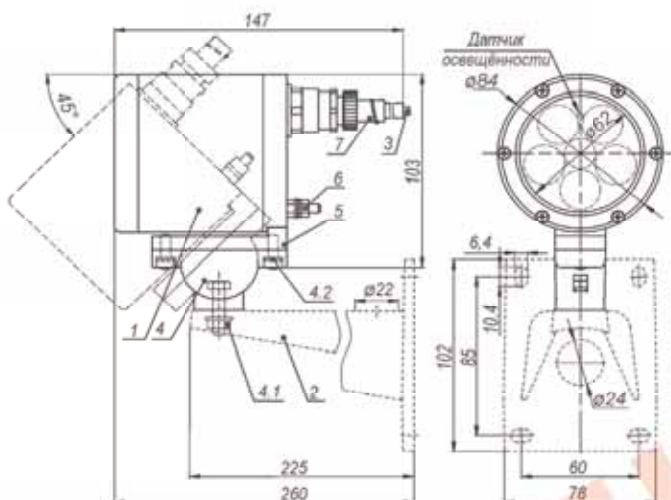

Рисунок 1 – Состав, габаритные и установочные размеры. Установка прожектора на кронштейн
1. Установить прожектор одним из четырёх способов – рисунок 1, 2, 3, 4.
1.1 Установка прожектора на кронштейн (рисунок 1):
- установить кронштейн 2 на штатное место и закрепить на нём прожектор 1 (рисунок 1);
- ослабив гайку болта фиксации шарнира 4.1, установить прожектор на нужное направление обзора, после чего надёжно зафиксировать шарнир, затянув болт (рисунок 1).
1.2 Установка прожектора на видеокамеру в термокожухе ТГБ-4Г Ex IIC (рисунок 1 и 2):
- отсоединить шарнир 4 от основания прожектора 5, выкрутив винты 4.2 (рисунок 1);
1.3 Установка прожектора на видеокамеры в термокожухе ТГБ-4М Ex IIC (рисунок 1 и 3):
1.4 Установка прожектора на видеокамеры других типов (рисунок 1 и 4):
2. Заземлить прожектор с помощью болта заземления 6 (рисунок 1).